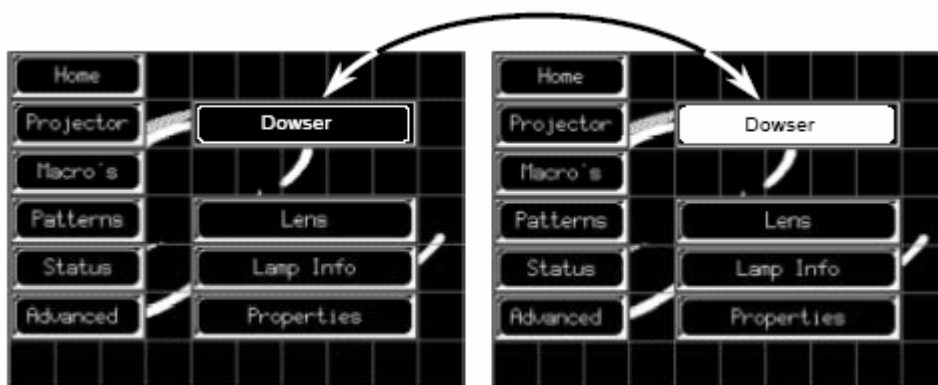

图 10-8 挡光板按钮状态
1. 按未激活触摸按钮 Douser “挡光板” 激活挡光板。(图10-8)